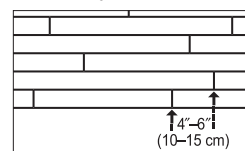

Figura 3
- Es importante alternar los extremos de los tablonos en hilera contiguos a un mínimo de 4-6” (10-15 cm) siempre que sea posible (Figura 3). Esto ayudará a garantizar un aspecto general más favorable del piso.